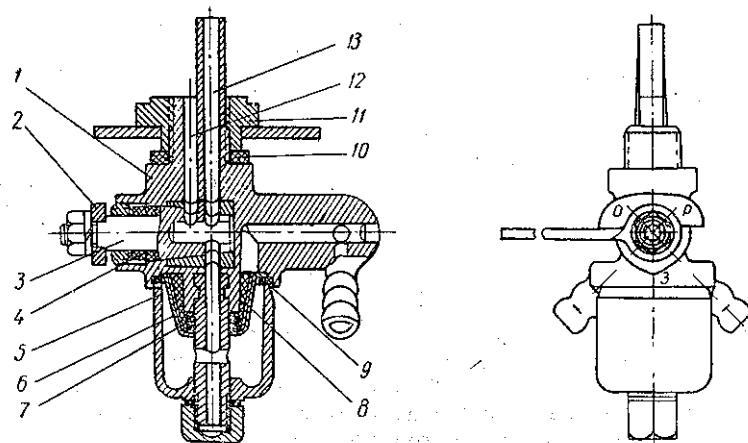
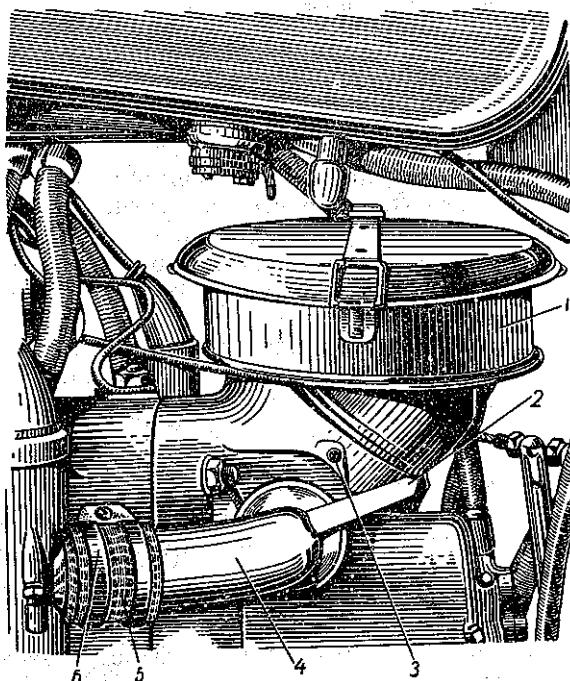

Рис. 4. Бензокранник:
Рис. 7. Воздухофильтр:
2) открыть бензокранник (рис. 4), поставив его рукоятку в положение *O* — «открыто». Буквы на кранике обозначают: *Z* — кран закрыт; *O* — кран открыт; *P* — кран открыт на расходование резерва;
Оба карбюратора имеют общий воздухоочиститель (рис. 7), вмонтированный в картер коробки передач, и спаренное управление дроссельными золотниками. Воздухоочиститель снабжен воздушной заслонкой, облегчающей запуск и прогрев двигателя в холодную погоду.
При полностью открытой заслонке 2 (рис. 7) рукоятка находится в крайнем заднем положении, при закрытой заслонке — в крайнем переднем положении (рукоятка вверху). Заслонкой следует пользоваться только при запуске холодного двигателя. Для предохранения топливной системы от загрязнения, помимо мер, указанных на странице 10, в бензокраннике имеется сетчатый фильтр 8 и отстойник 5 (рис. 4), а также топливный фильтр 9 (рис. 8) с металлической сеткой.